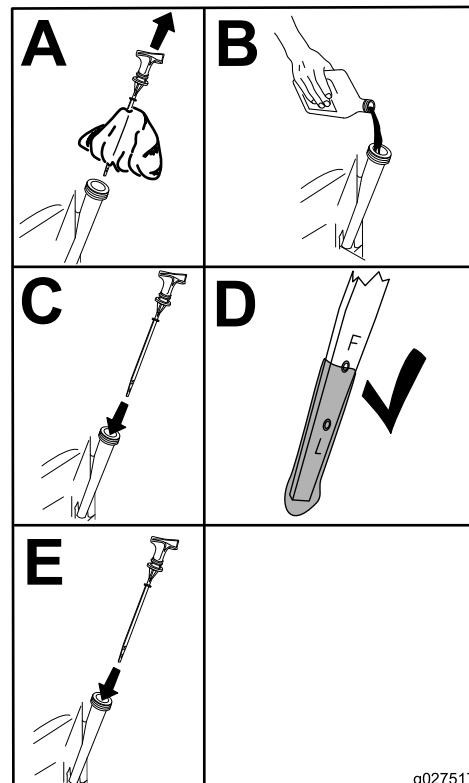

Figura 39
- Vierta lentamente un 80% aproximadamente de la cantidad especificada de aceite por el tubo de llenado (Figura 39).